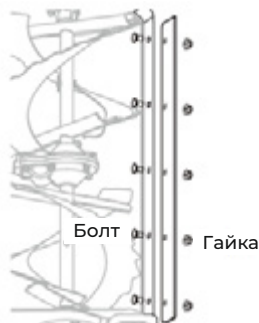

Рис. 15
1. Скребковая планка расположена в нижней части корпуса снегоочистителя. В процессе уборки снега планка может непосредственно касаться земли или камня, что приводит к износу. Извлеките аккумулятор и переверните снегоуборщик на бок. (рис. 15)
2. С помощью шестигранного ключа открутите и снимите 5 гаек и шайб, расположенных под нижней частью корпуса. Снимите изношенную планку. (рис. 15)